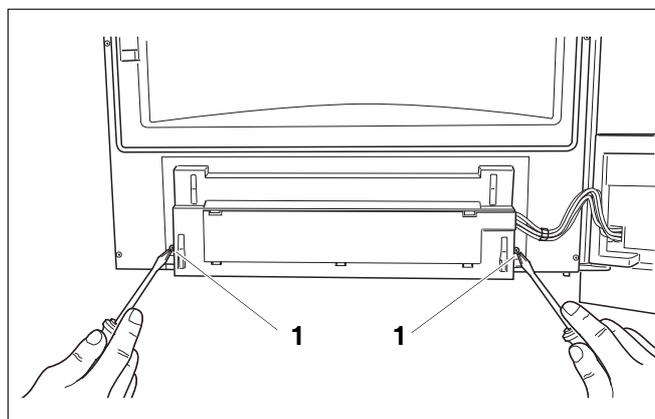

Fig. 107 Allentare le viti
- Allentare 2 viti del pannello di comando sul retro del portello della caldaia (fig. 107, **pos. 1**).